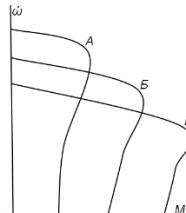

Рис. 1
1. Регулирование угловой скорости вращения асинхронного двигателя при постоянной мощности (рис.1) осуществляется изменением частоты питающей сети по закону: